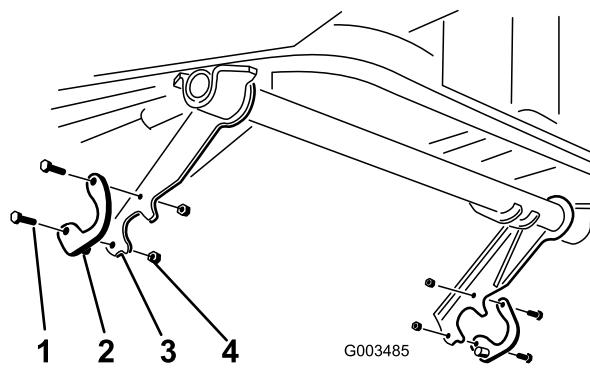

図 9
2. ボルト ((5/16 x 1 インチ)) とロックナット ((5/16 インチ)) を使用して、サドル・アセンブリの後部を、各昇降アームに仮止めする。サドル・スタッドの長い方の端部が内側を向くのが正しい取り付けである（図 9）。
重要 図 9 を参照し、サドルの向きを間違えないように取り付けること。